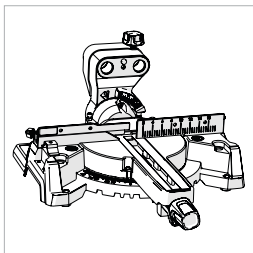

Fig. 3
- Rotationsbasen och avfasningshalsen (**Fig. 3**)